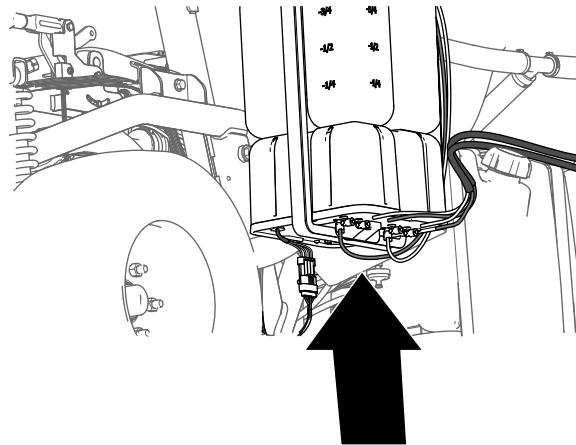
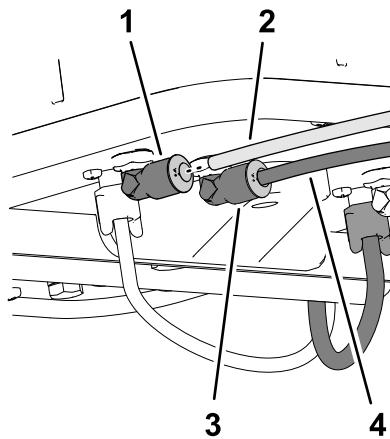

Рисунок 141
Рисунок 142
- Вставьте прозрачную трубку в штуцер для воздуха на боковой пластине компрессора (Рисунок 141 и Рисунок 142).
- Проложите пенные трубы для правой стрелы, как показано на Рисунок 141.
3. Вставьте синюю трубку в штуцер для жидкости на боковой пластине компрессора (Рисунок 141 и Рисунок 142).
4. Проложите пенные трубы для левой стрелы, как показано на Рисунок 141.
5. Вставьте прозрачную трубку в штуцер для воздуха на боковой пластине компрессора (Рисунок 141 и Рисунок 142).
6. Вставьте синюю трубку в штуцер для жидкости на боковой пластине компрессора (Рисунок 141 и Рисунок 142).